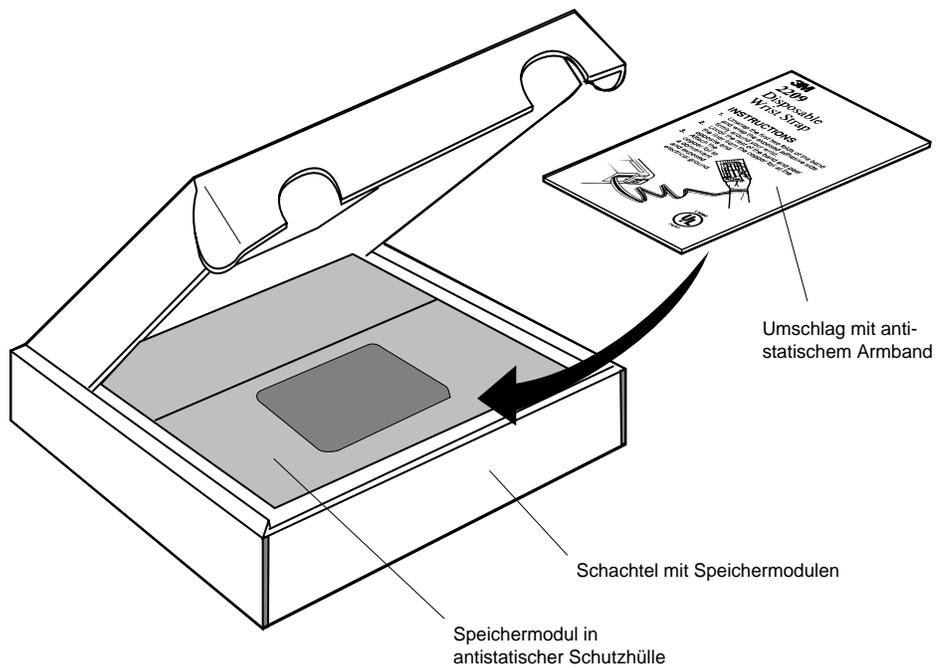

Abbildung 4-40 Antistatisches Armband
8. Verwenden Sie das antistatische Armband wie in Abbildung 4-40 dargestellt.